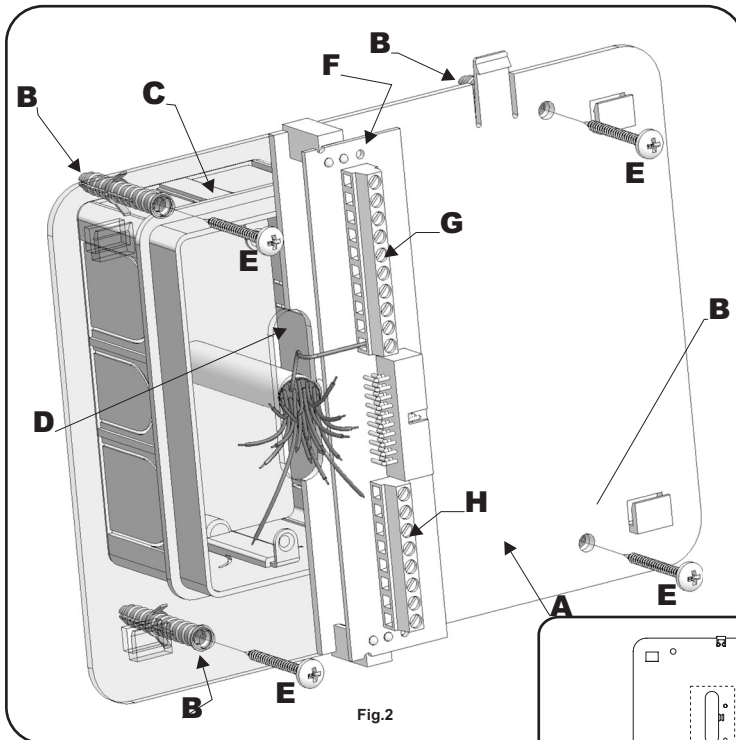
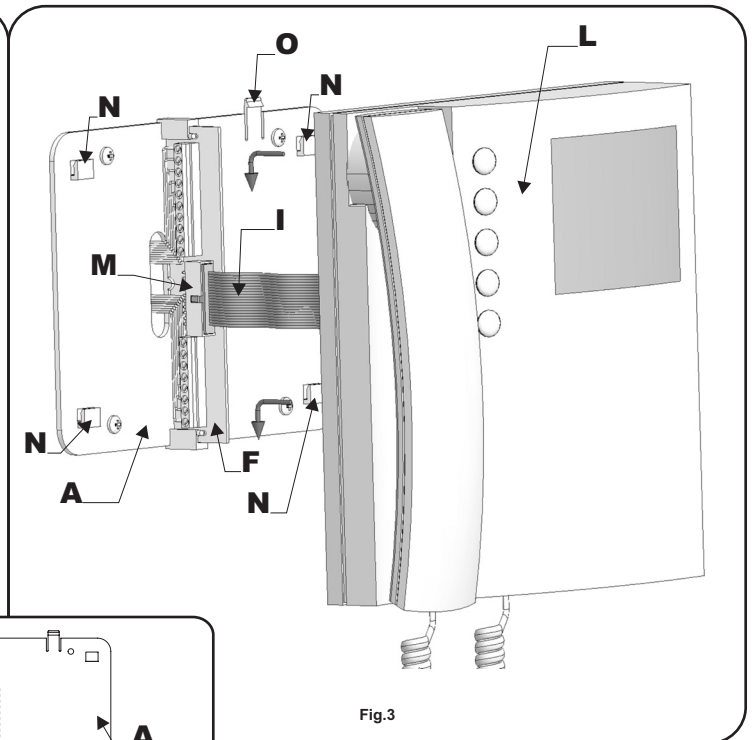
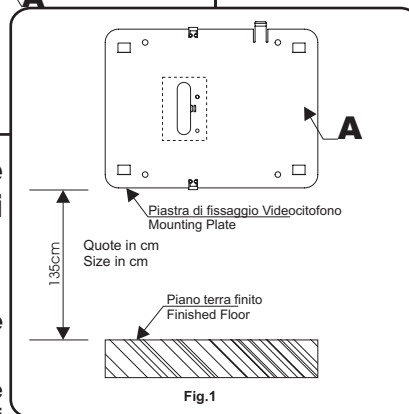

Fig.2
Fig.3
Fig.1
- Appoggiare al muro la piastra di fissaggio A come indicato in fig.1 (135cm da terra); prendere i riferimenti dei quattro fori per l'inserimento dei 4 tasselli ad espansione B (fig.2) e, nel caso si impieghi, prendere il riferimento per la scatola da incasso C (fig.2), che dovrà essere murata in posizione centrale rispetto all'apertura D, al fine di agevolare il passaggio dei fili come mostrato in fig.2.
- Murare (se impiegata) la scatola da incasso⁽¹⁾ C, eseguire i 4 fori ed inserire i tasselli ad espansione B. Passare i cavi nell'apertura D e fissare la piastra A con le 4 viti E (fig.2), utilizzando un cacciavite a croce.
- Appoggiare la scheda di connessione F sulla piastra A come mostrato in fig.2; inserire⁽²⁾ i fili (che devono essere più corti possibile) nelle morsettiere G ed H e serrare con un cacciavite a taglio.
- Fissati i fili, sfilare la scheda di connessione F (fig.2), ruotarla di 90° in senso antiorario ed infilarla nella propria sede come mostrato in fig.3.
- Avvicinare, come da fig.3, il videocitofono L alla piastra A per agevolare la connessione del flat I.
- Come mostrato in fig.3 inserire il connettore del flat I, che fuoriesce dalla parte posteriore del videocitofono, nel connettore M della scheda di connessione F.
- Facendo corrispondere le 4 fessure presenti sulla base del videocitofono L con i 4 incastri N della piastra A, appoggiare il video sulla piastra e spingerlo verso il basso fino allo scatto, compiendo un movimento come mostrato dalle frecce in fig.3.
- Place the mounting plate A against the wall as shown in fig.1 (135cm from floor level); and mark the fixing holes for the four wall plugs B (fig.2) and for the back box C if used (fig.2) which must be flushed into the wall in line with the opening D as shown in fig.2.
- Once the back box⁽¹⁾ C is flushed into the wall (if used), drill the four fixing holes and insert the wall plugs B. Thread the cables through the opening D and fix the mounting plate A to the wall with the 4 screws E (fig.2), using a Philips screwdriver.
- Fit the PCB F against the mounting plate A as shown in fig.2; insert the wires⁽²⁾ (As short as possible) into terminals G-H. Secure them using a terminal screwdriver.
- Unclip the PCB F (fig.2), rotate it 90° anticlockwise and fit it into its housing as shown in fig.3.
- As shown in fig.3, move the videophone L close to the mounting plate A so that the ribbon cable will reach the connector I.
- As shown in fig.3, connect the female plug on the ribbon cable I coming from the videophone to the male plug connector M on the PCB F.
- Place the videophone L against the 4 hooks N on the mounting plate A and push down: the videophone will automatically lock into place using clasp O as shown in fig.3.